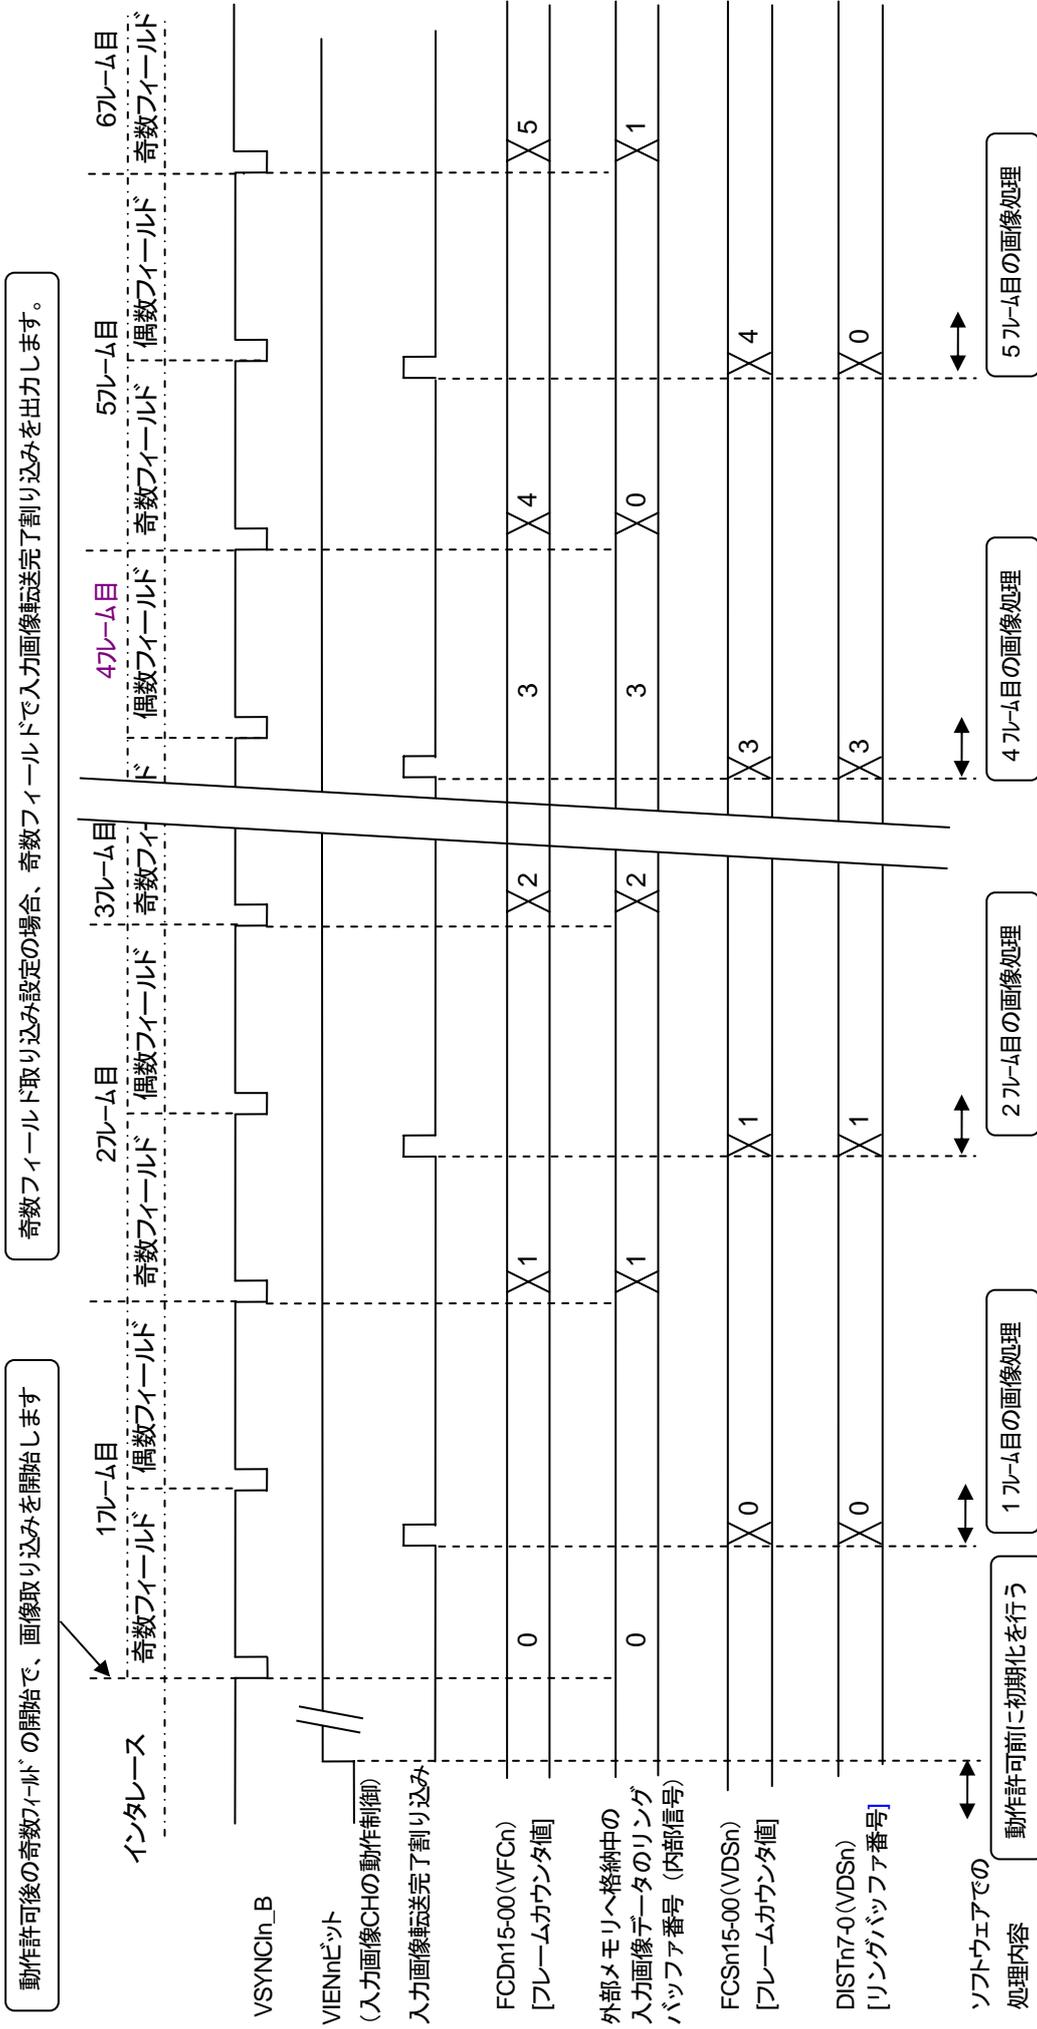

図 10-18 入力画像 CH の取り込み動作 (インターレース/リングバッファ数=4/奇数フィールドのみ取り込み設定)
- 図 10-18 入力画像 CH の取り込み動作 (インターレース/リングバッファ数=4/奇数フィールドのみ取り込む設定)